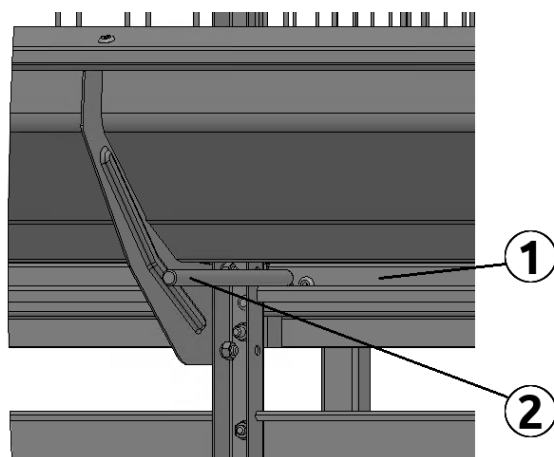

Рисунок 4.10
- ✓ Продольный ленточный транспортер (используется продольный ленточный транспортер удаления помета) (1);
- ✓ поперечный прутковый транспортер (2);
- ✓ приставной транспортер (3);
По завершении цикла выращивания, птица перемещается из клетки на ленту продольного транспортера удаления помета. Для этого (рис. 4.10) подвижный пол клетки (1) сдвигается в сторону приводной станции транспортера. Сдвиг выполняется двумя операторами за ручки пола (2), начиная от приводной станции продольного удаления помета.